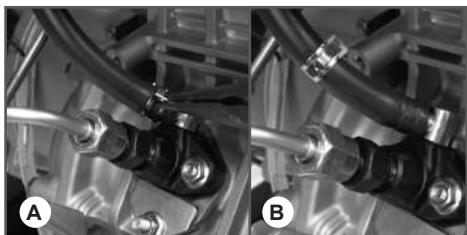

Рис. 9 Хомут топливного шланга
4. Рычаг включения ТНВД на панели рычагов (Рис.9) переведите вправо до щелчка (фиксации в положении «Работа»).